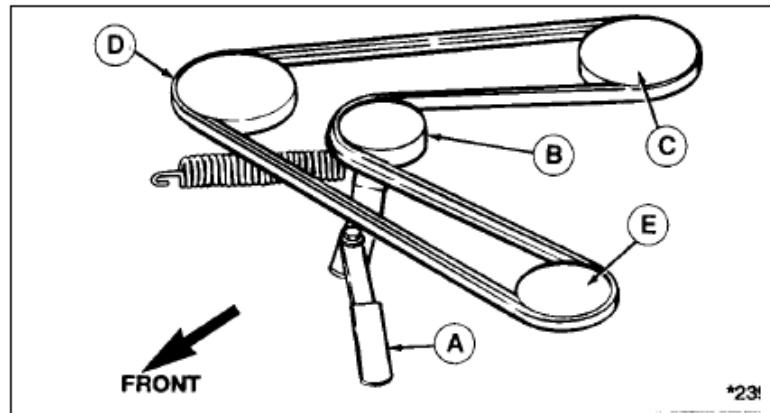

図 33 ベルトパターン 34" デッキ
- デッキが取り外せない場合、刈高を一番低い位置にして下さい。アイドラーープーリーアーム (A) を押し、ベルトテンションを緩めて下さい。アイドラープーリー (B) と PTO プーリー (C) からベルトを取り外します。
- 左側のアーバーカバーを固定しながら、キャップスクリュー (D) を 3 本外します。
- 軸プーリーから古いベルトを取り外し、新しいベルトを取り付けます。全ての軸プーリーに V ベルトの V 側がかかるているのと、アイドラープーリーに V ベルトの平らな面がかかるている事を確認して下さい。図 33 のベルトのパターンを確認して下さい。